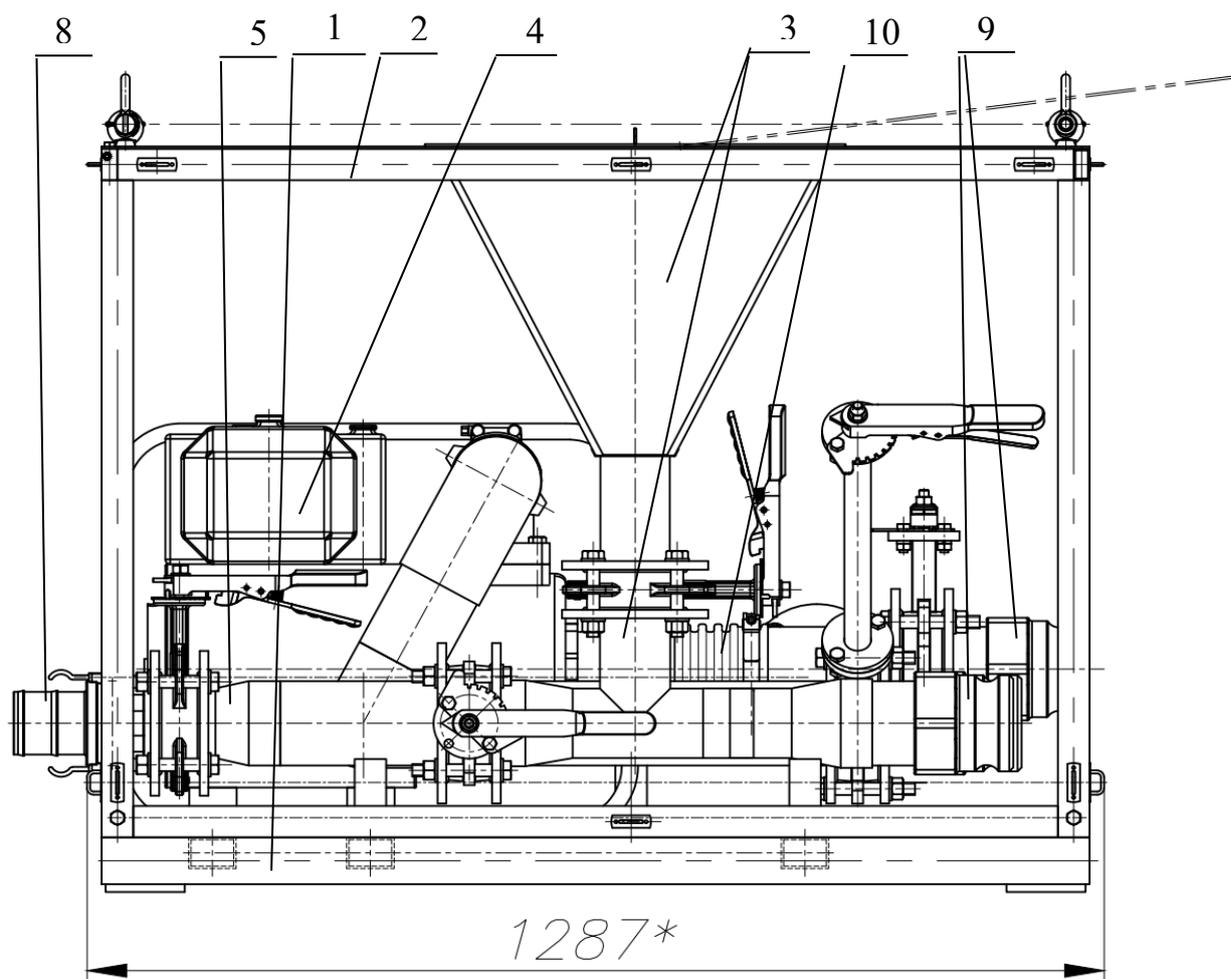
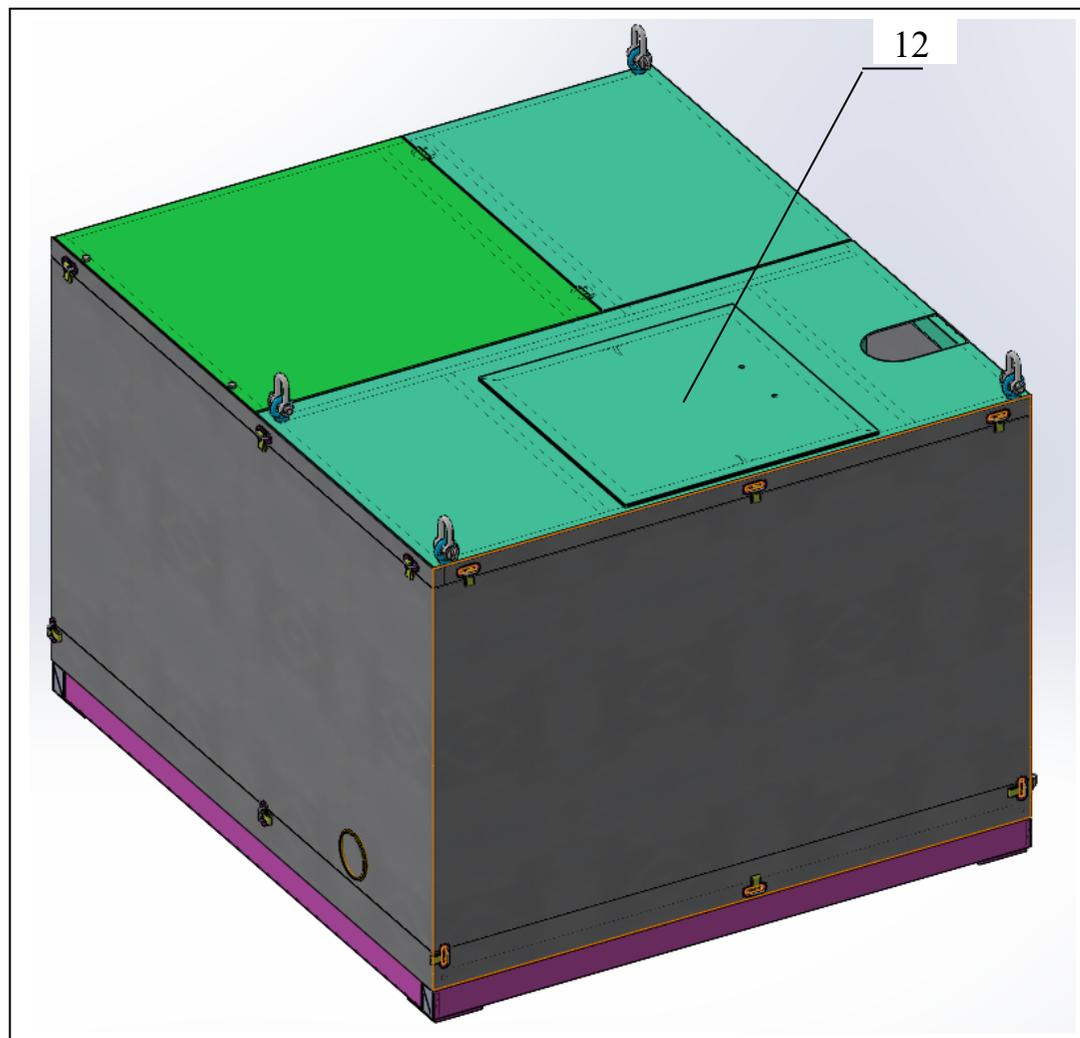

Рис. 1. Насосно-смесительный узел.
Рис. 3. Насосно-смесительный узел.
Установка смесительная (Рис. 1 и Рис. 2) состоит из:
11. Крышка воронки – 1 шт.; (Рис. 3)
Габаритные размеры в собранном виде, мм (Рис.1, Рис 2):
Установка состоит из основания насосного блока 1 (см. Рис. 1, Рис. 2, Рис. 3) и столика модуля 2, размещенного на основании модуля. Площадка столика насосного модуля покрыта листом с чечевичным рифлением.
Порядок монтажа НСУ (Рис.1):